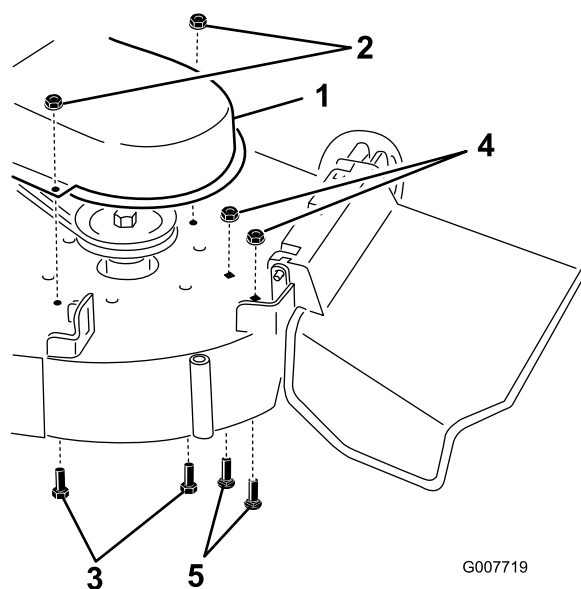

Figura 22
4. Retire las contratuercas instaladas en los taladros según se muestra en Figura 22. Guarde todas las piezas sueltas.